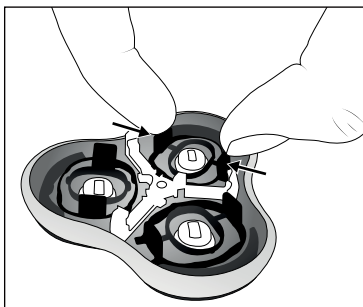

Fig. 3
- 2) Comprimere le due linguette sporgenti e sganciare i supporti neri delle testine di taglio dai blocchi (vedere fig. 3). Ora si possono rimuovere le testine di taglio e le lame.